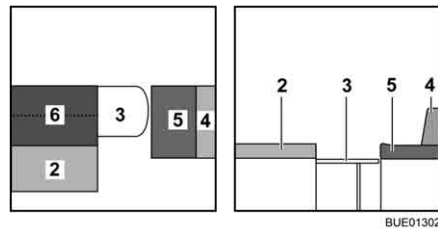

Bild 125 Während des Umbaus
- Das Zusatzpolster (Bild 125,6) aufklappen und auf den Tisch legen.